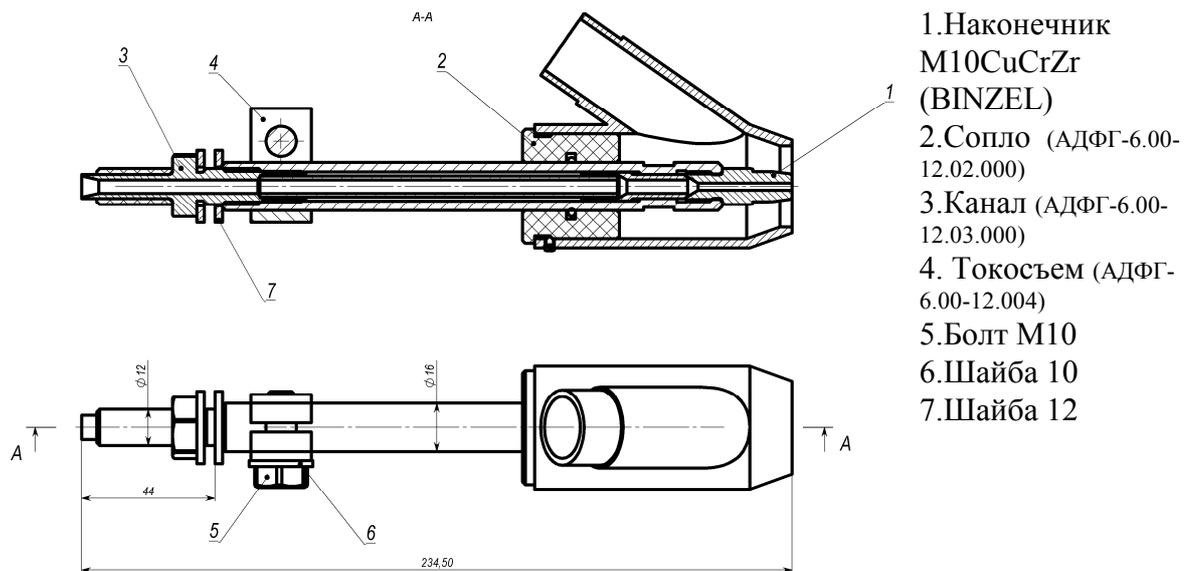

Рис. 8
4.7.12.1 Мундштук для сварки под слоем флюса может применяться совместно с соплом 2 (рис.8) для подачи флюса или без него.